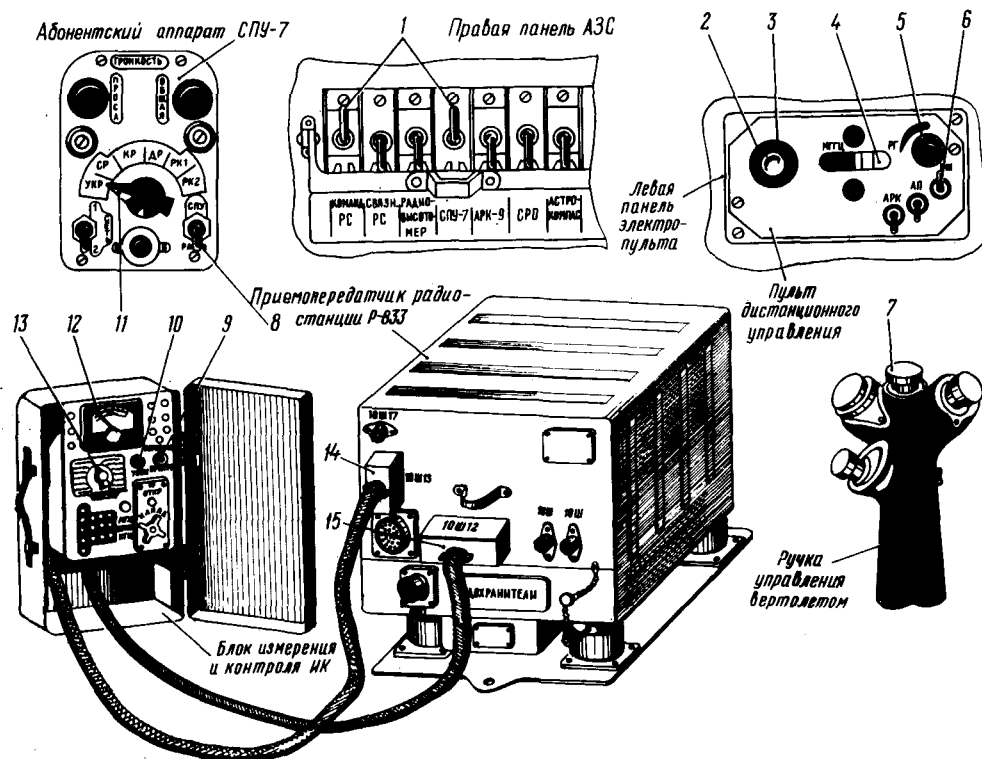

Рис. 30. К проверке работоспособности радиостанции Р-833:
1. Установить переключатель 11 средств связи (рис. 30) на абонентских аппаратах в положение «УКР», а переключатель 8 «СПУ — Радио» — в положение «Радио».
2. Перед включением питания радиостанции для контроля режимов питания по измерительному блоку подключить разъемы 12Ш1 (15) и 12Ш2 (14) кабеля измерительной части блока ИК соответственно к контрольным разъемам 10Ш12 и 10Ш13 приемопередатчика.